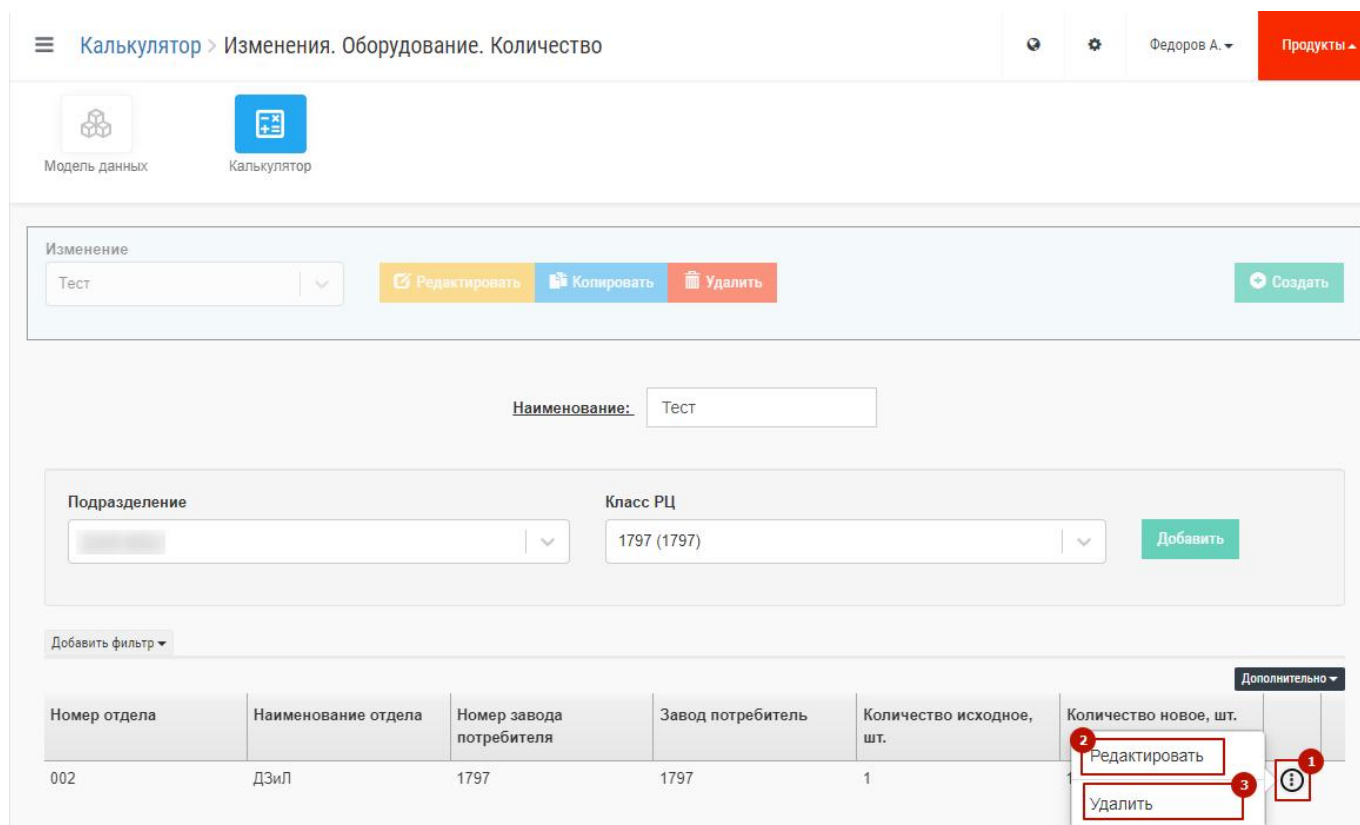

Рис. 44 – Редактирование строк изменения по оборудованию
- Здесь же доступно отредактировать или удалить введенные изменения нажав на значок  и выбрать соответствующий пункт меню (1 + 2/3 на Рис. 44)